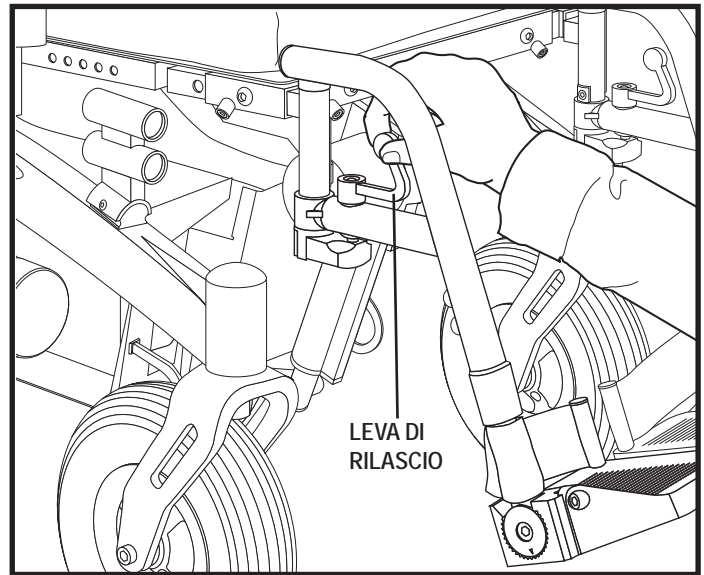

Figura 15. Pedane elevabili manuali
1. Spingere lateralmente la leva di rilascio. **Vedere figura 15.**
1. Rimuovere le viti dall'SFR. **Vedere figura 15.**